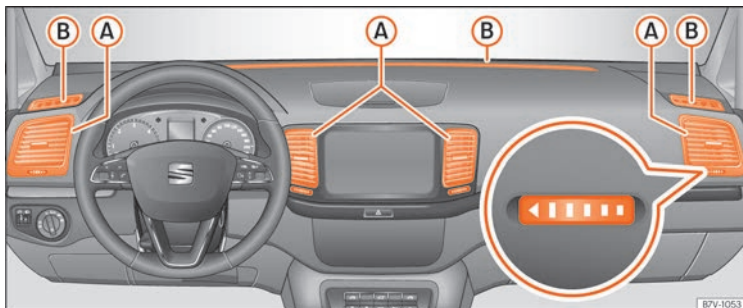

Abb. 200 Luftaustrittsdüsen in der Instrumententafel.
Damit eine ausreichende Heizleistung, Kühlung und Luftzufuhr im Fahrzeuginnenraum erreicht wird, die Luftaustrittsdüsen niemals ganz schließen »» **Abb. 200** (A).